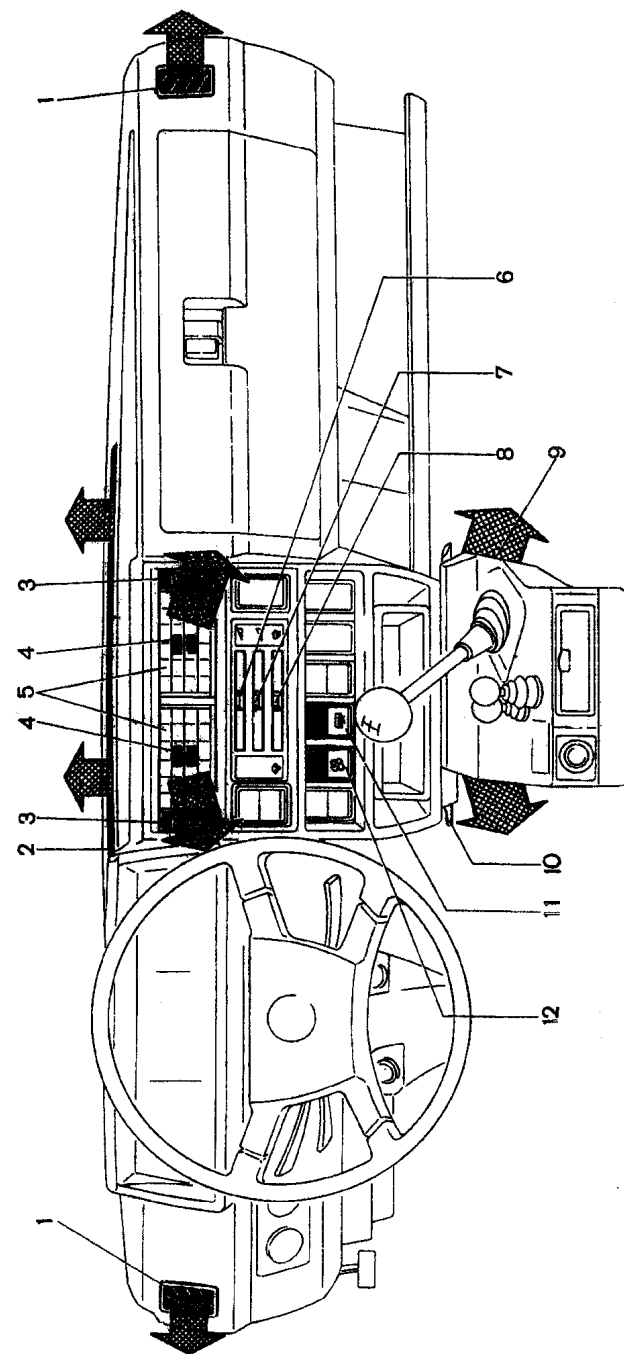

Рис. 26. Органы управления вентиляцией и отопителем
- через сопла 2 и боковые сопла обдува стекол дверей (рис. 26) обдува ветрового стекла, если передвинуть вправо распределительный рычаг 8 и рычаг 7 управления крышкой люка воздухопритока;